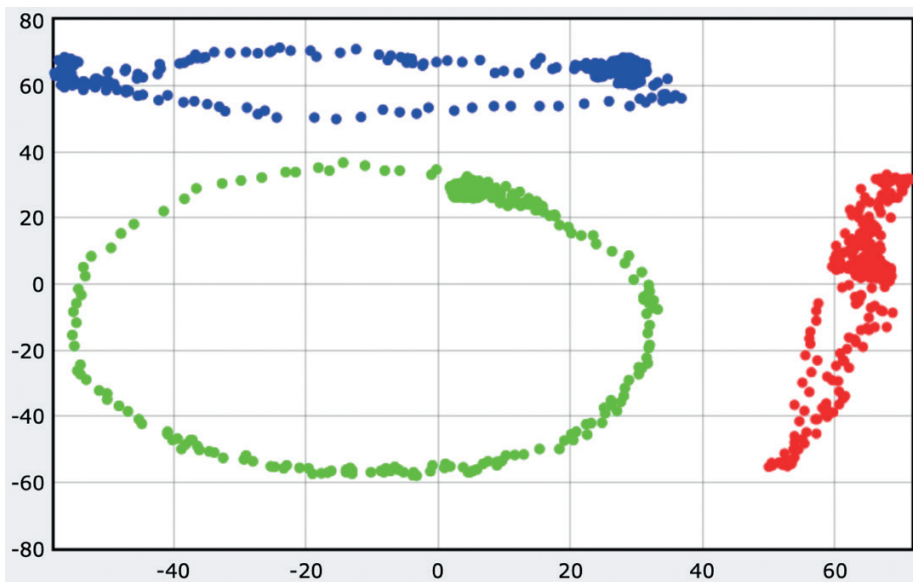

Рис. 16.12. Данные частично откалиброванного магнитометра
11. Начните медленно перемещать робота, вращая его вокруг оси y (вокруг оси колес). Зеленый кластер должен принять форму эллипса, как на рис. 16.12.
На рис. 16.12 мы видим зеленый кластер в форме эллипса и два других кластера – красный и синий. Чем медленнее вы перемещаете робота, тем точнее будет результат.